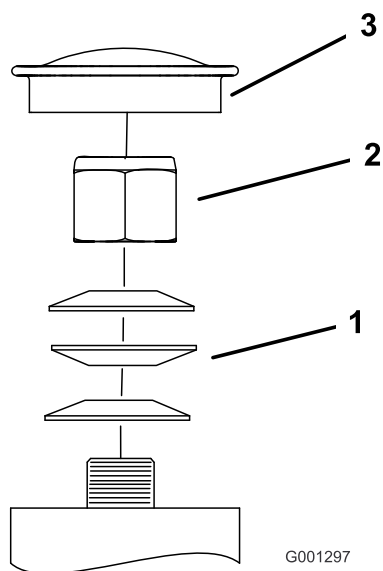

Figura 59
3. Retire o tampão antipoeira da roda e aperte a porca de freio (Figura 59).
4. Aperte a porca de freio até que as anilhas de mola estejam planas e, em seguida, recue 1/4 de volta para aplicar devidamente a pré-carga nos rolamentos (Figura 59).
Importante: Certifique-se de que as anilhas de mola estão correctamente montadas como apresentado em Figura 59.
5. Instale o tampão antipoeira (Figura 59).